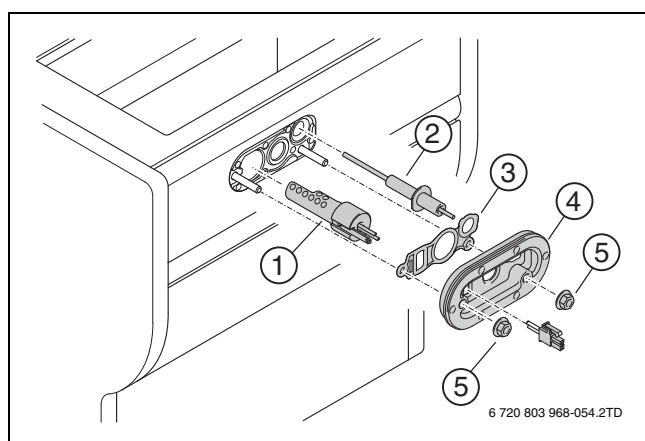

Fig. 59 Înlocuirea instalației de aprindere
- ▶ La fiecare 4 ani garnitura de etanșare (→ fig. 59, [3]) și placa de acoperire trebuie înlocuite cu garnitura de etanșare (→ fig. 59, [4]).